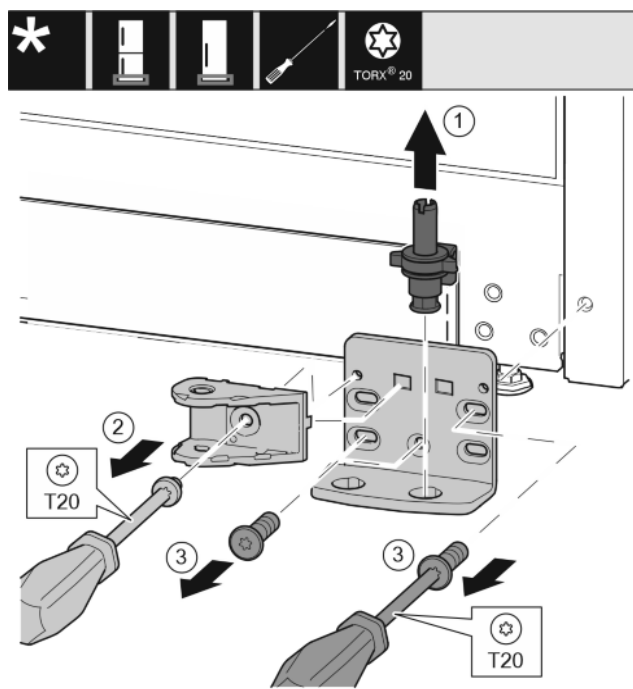

Fig. 27
- ▶ Extrageți complet bolțul de lagăr în sus. Fig. 27 (1)
- ▶ Extrageți prin rotire șuruburile cu șurubelnița T20 și detașați îmbinarea amortizorului de închidere. Fig. 27 (2)
- ▶ Extrageți prin rotire și detașați șuruburile cu șurubelnița T20. Fig. 27 (3)